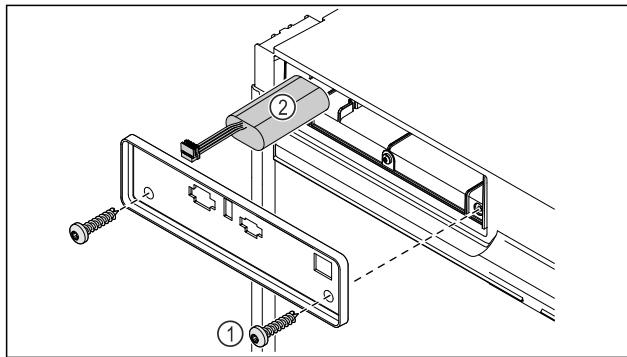

Fig. 189
- Odvijte vijke in odstranite pokrov na zadnji strani naprave Fig. 189 (1).
- Snemite in odstranite baterijo Fig. 189 (2).